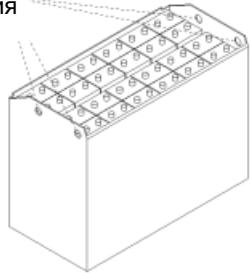

Рис. 2-76
(4) Места для подъема аккумулятора показаны на Рис. 2-76